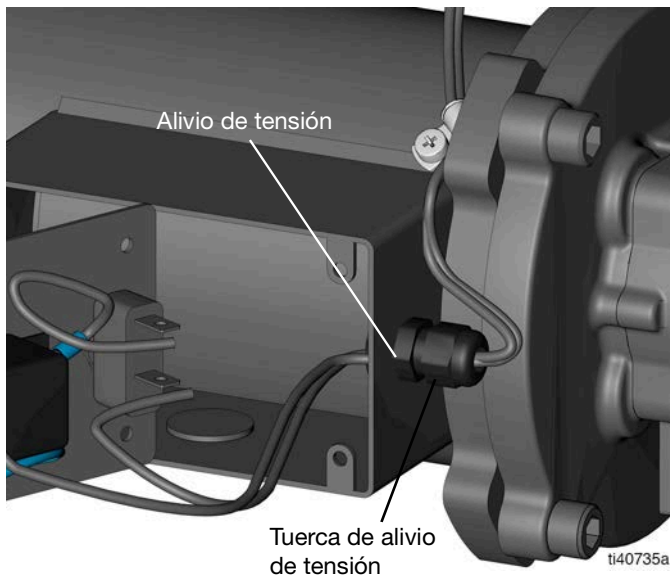
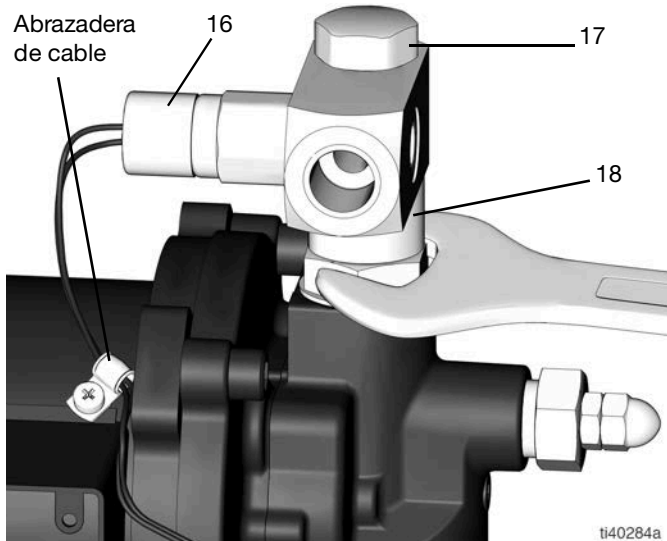

FIG. 14
FIG. 15
10. Desenrosque la tuerca de alivio de tensión (FIG. 14).
11. Saque los cables del interruptor de presión de la caja de terminales por el elemento de alivio de tensión (FIG. 14).
12. Saque de la abrazadera los cables del interruptor de presión (FIG. 15).
13. Retire el conjunto de la válvula antirretorno de salida (16, 17 y 18) de la bomba (1) (FIG. 15).
1. Apriete el nuevo conjunto de la válvula antirretorno de salida (16, 17 y 18) en la bomba (1), de modo que el interruptor de presión esté orientado hacia el motor (19) (par de apriete de 27,1 N•m [20 lb-pie]) (consulte la FIG. 15).
2. Introduzca los cables del interruptor de presión en la abrazadera y en la caja de terminales a través del elemento de alivio de tensión (FIG. 14 y FIG. 15).
4. Gire la tuerca de alivio de tensión con una llave hasta que esté apretada (consulte FIG. 14).